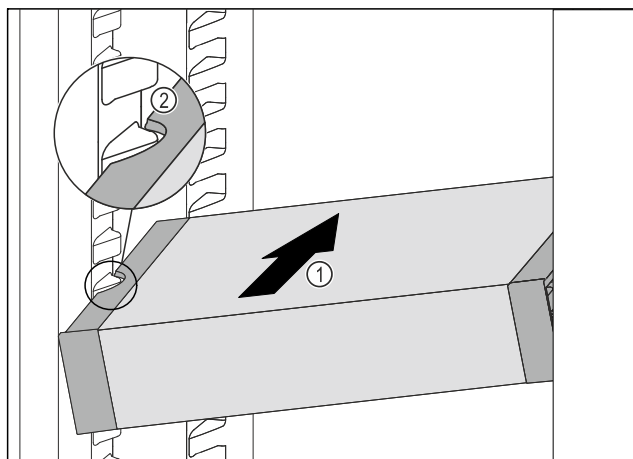

Fig. 155
- ▶ Zasuňte VarioSafe do chladničky pod úhlem tak Fig. 155 (1), aby vybrání na bocích Fig. 155 (2) VarioSafe byla na úrovni žebrování na nádoby v chladničce.